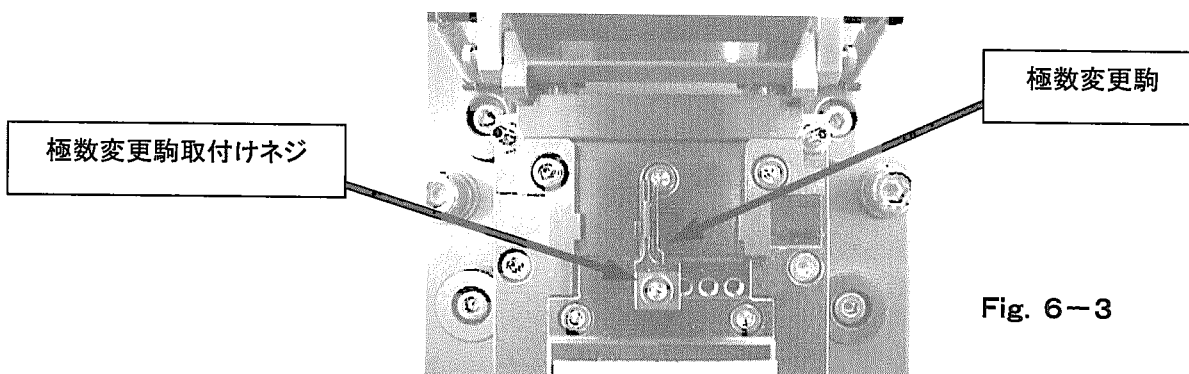

Fig. 6-3
(2) 極数変更 <Fig. 6-3>
- ① 生産するコネクタをコネクタセット部にセットして下さい。
- ② 極数変更駒取付けネジを外し、極数変更駒を左（コネクタ側面）に軽く押し付けて下さい。
- ③ 極数変更駒取付けネジを締め、極数変更駒を固定して下さい。
- ③ 圧接及びバレルクリンプを行い、製品取付適用規格 114-5276-□で問題が無い事を確認して下さい。再調整が必要な場合は①～③を繰り返して下さい。